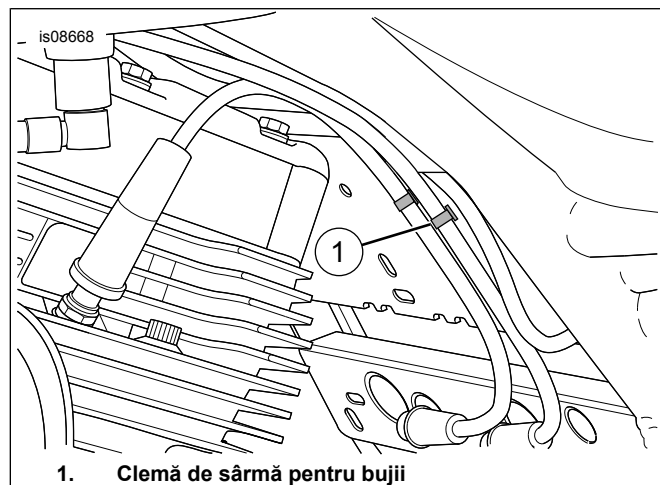

Figura 3. Clemă de sârmă pentru bujii
4. Consultați Figura 3 . Scoateți clema de sârmă pentru bujii (1).